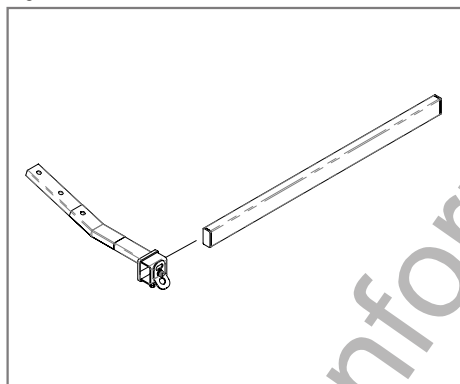

Figura 3
- una delle due staffe di fissaggio [Figura 3]